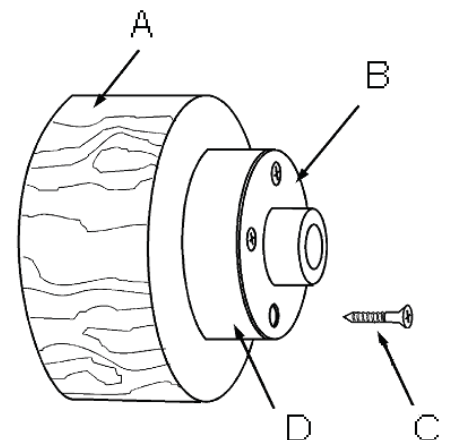

Рис. 14
- Закріпіть заготовку (А, рис. 14) за допомогою 4-х шурупів (С) до планшайби.